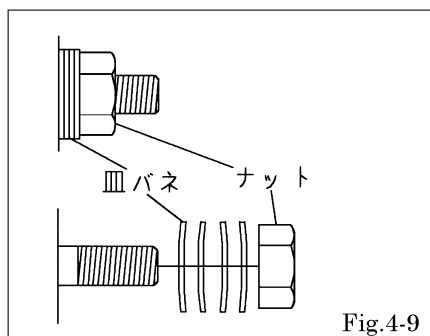

Fig.4-9
- ・皿バネの取り付け方向に注意すること。[Fig.4-9]